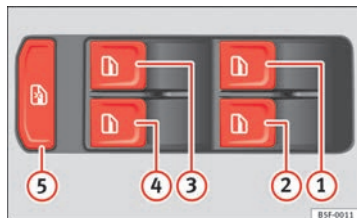

Fig. 60 Detalle de la puerta del conductor: mandos para las ventanillas delanteras y traseras (vehículo de 5 puertas)
Las teclas ⇒ fig. 60 ①, ②, ③ y ④ tienen dos posiciones para la apertura de las ventanillas y otras dos para el cierre. De este modo es más fácil controlar las operaciones de apertura y cierre.